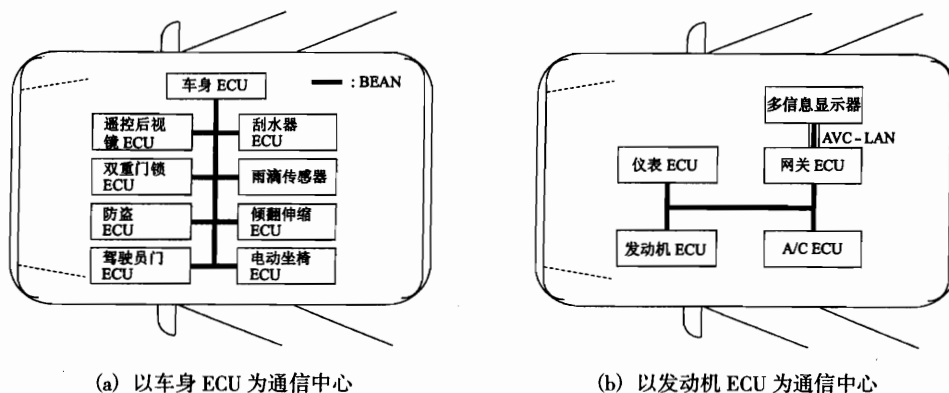
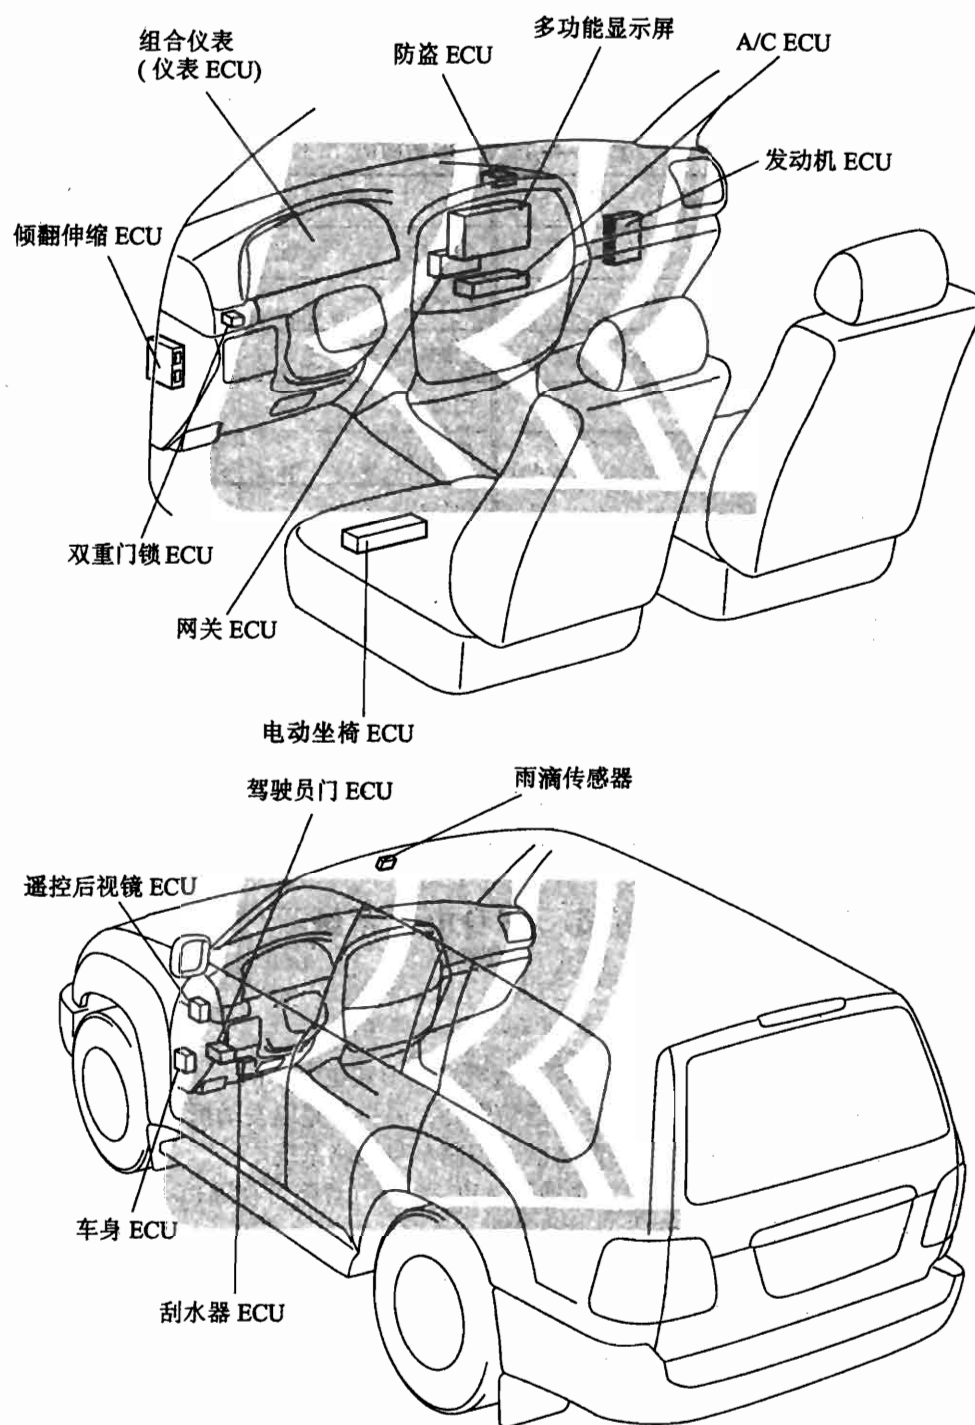

图 10-5-1 多路通信系统的系统图
图10-5-2 多路通信系统电控元件位置图
- (1) 车载设备的情况不同, BEAN (车身电控网络区域) 的形式也会不同。
- (2) 该系统分两种形式: 一个是以车身 ECU 为通信中心, 另一个是以发动机 ECU 为通信中心。
- (3) 在新车型上, 车身 ECU 提供附加的控制功能, 控制车身电路系统。
- (4) 音响可视系统与网关 ECU 间的通信, 是通过 AVC-LAN (音响可视通信-本地网络) 进行的 BEAN 和 AVC-LAN 间的信号转换是由网关 ECU 的网关功能实现的。
- (5) 采用客户选定的车身电控系统, 可用手持式测试仪设定 ECU 的控制功能。
- (6) 多路通信系统的系统图见图 10-5-1。电控元件位置图见图 10-5-2。